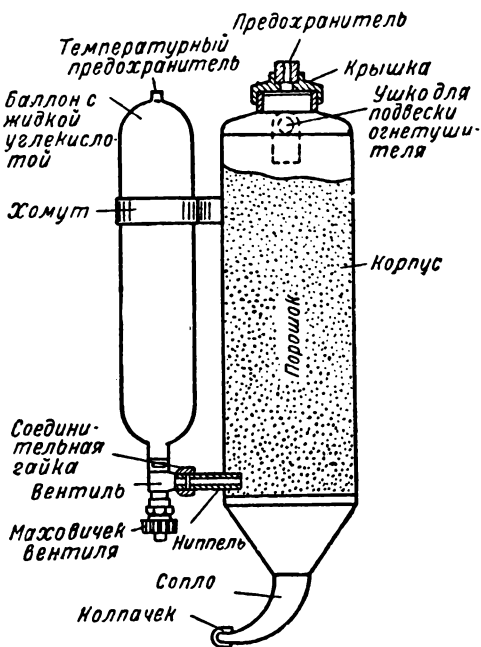

Рис. 26. Огнетушитель «Тайфун» нового образца.
**Сухоструйные огнетушители.** Огнетушитель «Тайфун» (рис. 26), действующий струей сухого огнегасительного порошка, представляет собой железный цилиндрический корпус с привинченными нижним и верхним днищами. На нижнем днище имеется